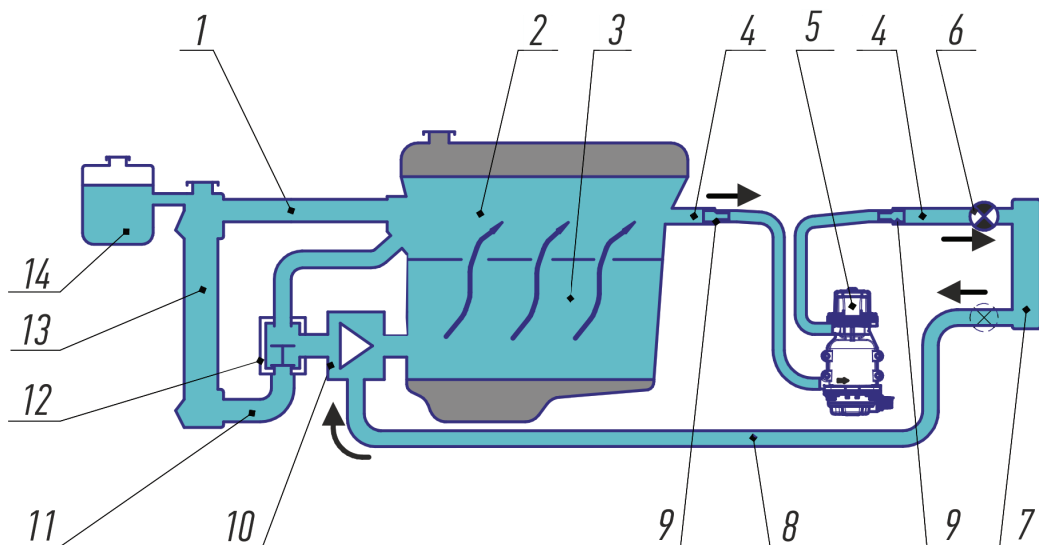
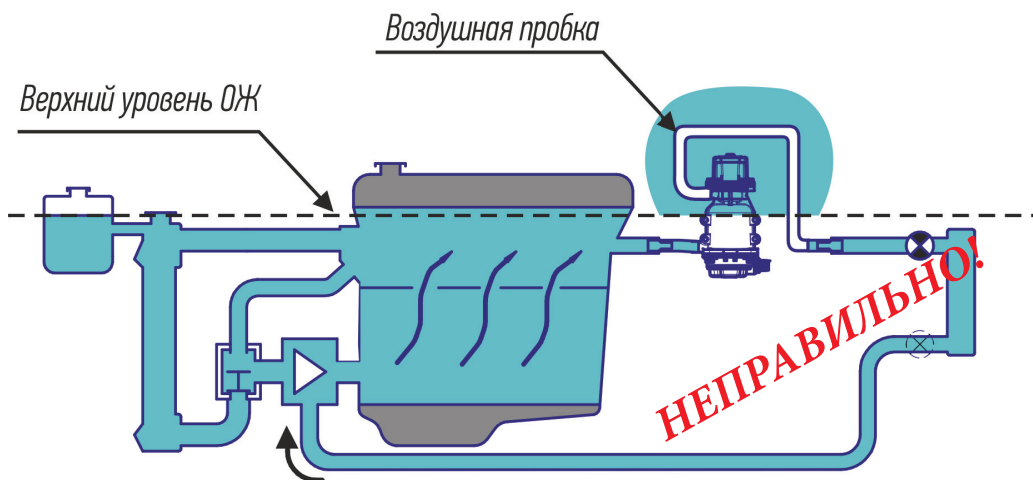

Рисунок 3
Рисунок 4
6.6 В состав комплекта входят детали и материалы, позволяющие произвести монтаж подогревателя на автомобиле по схеме, представленной на рис. 3. Подключение подогревателя к контуру циркуляции ОЖ производится через шланг подачи ОЖ от двигателя к радиатору отопителя салона независимо от расположения термостата.
6.7 Подогреватель должен быть установлен строго в вертикальном положении (насос вверх, рис. 3). Для исключения образования воздушных пробок в подогревателе (см. рис. 4), он должен быть установлен в максимально возможном нижнем положении (схематически показано на рис. 3).
ВНИМАНИЕ! Для автомобилей оснащенных инновационной системой терморегулирования ITM (ряд бензиновых двигателей TSI, FSI и дизельных TDI концерна Volkswagen) монтаж подогревателя по схеме рис. 3 через отопитель салона не допускается из-за наличия в системе управляемых электромагнитных клапанов.